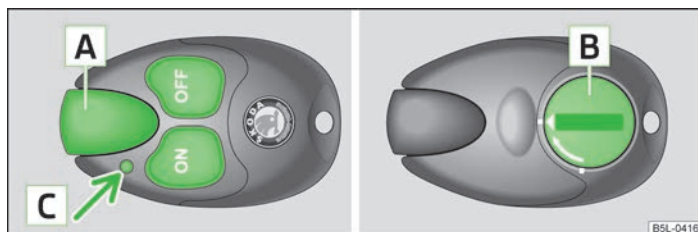

Fig. 93 Calefacción adicional: Radiotelemando
- Para activar, pulsar la tecla **ON** » fig. 93.
La distancia eficaz es de hasta 600 m con la pila cargada. Para activar o desactivar la calefacción adicional, mantener el mando a distancia verticalmente, con la antena **A** » fig. 93 hacia arriba. No cubrir la antena con los dedos o la mano. Obstáculos entre el mando a distancia y el vehículo, condiciones climatológicas malas y una pila cada vez más débil pueden reducir la distancia de modo significativo.
El testigo en el mando a distancia **C** » fig. 93 indica, después de haber pulsado una tecla, si la calefacción adicional al recibido la señal y si la pila está lo suficientemente cargada.
Cuando el testigo del mando a distancia indique una pila débil o descargada **C** » fig. 93 de la página 94, se deberá sustituir. La pila se encuentra debajo de una tapa **B** » fig. 93 de la página 94 en la parte posterior del mando a distancia.